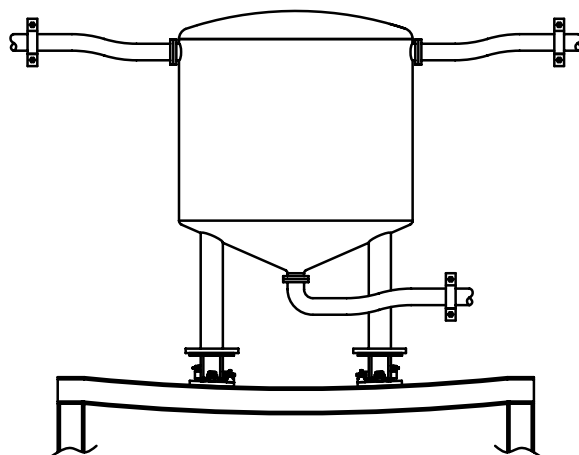

図 19: タンクが荷重されパイプが接続されている場合のたわみ
タンクスケールによってはパイプが接続されておらず、スケール精度の観点からは、理想的な設計です。図 19 に示すスケールでは、タンクの上部を開口し、本来接続されていた、4 本の吸込パイプが接続されていない状態です。排出パイプも接続されておらず、それらは、必要に応じて接続されます。このような状態にあるタンクスケールは、精度を計量技術のほぼ限界まで近づけることは可能になりますが、危険性や毒性の高い材料で、スケールに圧力をかける必要がある状況では、接続されないパイプは実用的ではありません。
パイプが接続された直後に、計量精度が低下する可能性があります。荷重したタンクを支える構造が下に向かってたわみ(図19を参照)、結果的にパイプにもたわみが生じ、パイプは板ばねのように動作し、スケールに負荷が加わって下方へたわむときに制動力をもたらします。パイプの剛性によっては、制動力が非常に大きくなり、スケールに加わる重量に著しく影響する場合があります。パイプが理想的なばねのような動作を示す場合、影響が校正により補正され、問題がなくなる場合があります。しかしパイプのクランプにずれが生じる場合、パイプは理想的なばねと認識できず、結局、スケールの直線性、ヒステリシス、再現性が低下し、ゼロの状態に戻ります。このような状況に対応するヒントをいくつか紹介します。
1. 上記図19のとおり、負荷が加わったスケールの縦方向のたわみは、パイプの効果に悪影響を与えます。